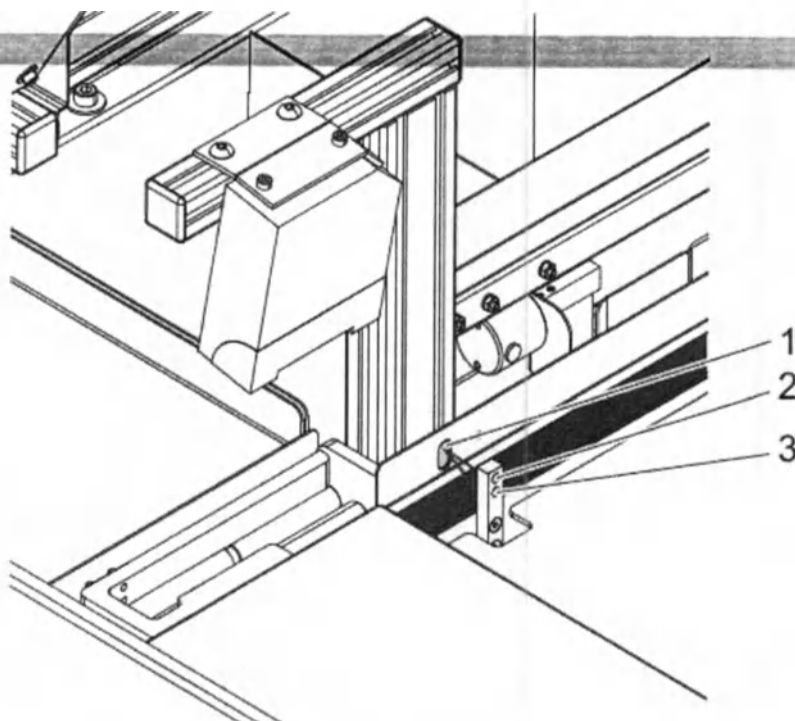

Рисунок 4.9. Световой датчик (барьер) 1
- Лента транспортера I забирает пробирки с образцами из отсека для пробирок. Специальные направляющие на этой ленте не допускают образования «затора» из пробирок; сбрасыватель над этой лентой (рис. 4.9, (1)) направляет неправильно расположенные, образовавшие «затор» или лишние пробирки обратно в отсек для пробирок.